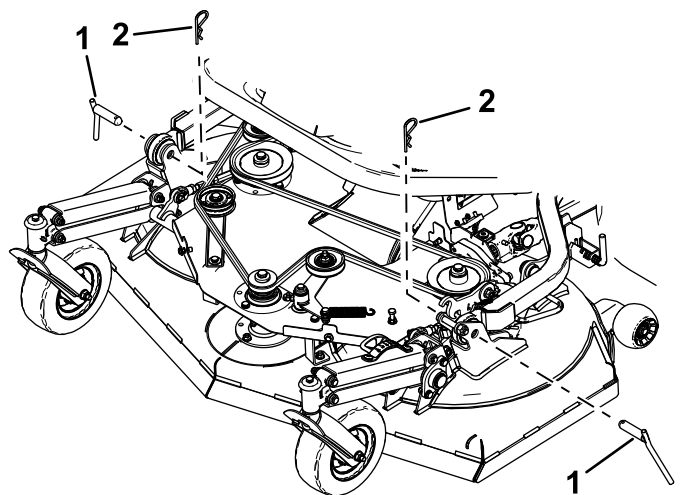

図 92
10. カuttingユニットの左右で昇降アームを固定しているヘアピンコッター2本とクレビスピン2本を取り外す 図 92。
5. ヘアピンコッターとクレビスピンで、昇降アームを機体左右に固定する 図 92を参照。